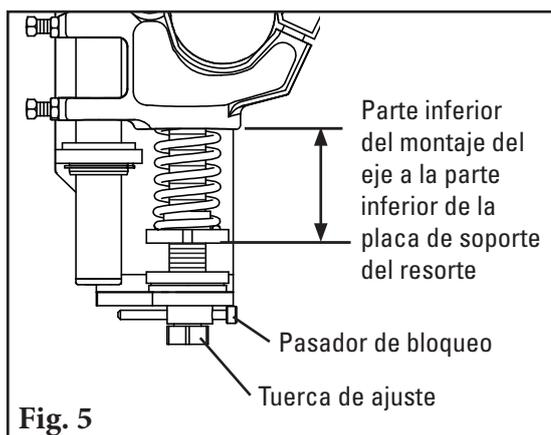

Fig. 5
- Establezca la tensión de la hoja. Gire las tuercas de ajuste hasta que se haya alcanzado la compresión correcta del resorte (Fig. 5). La compresión del resorte es determinada por la longitud del resorte. Consulte la tabla a continuación para conocer la correcta longitud del resorte para su ancho de banda. Reemplace los pasadores de bloqueo.